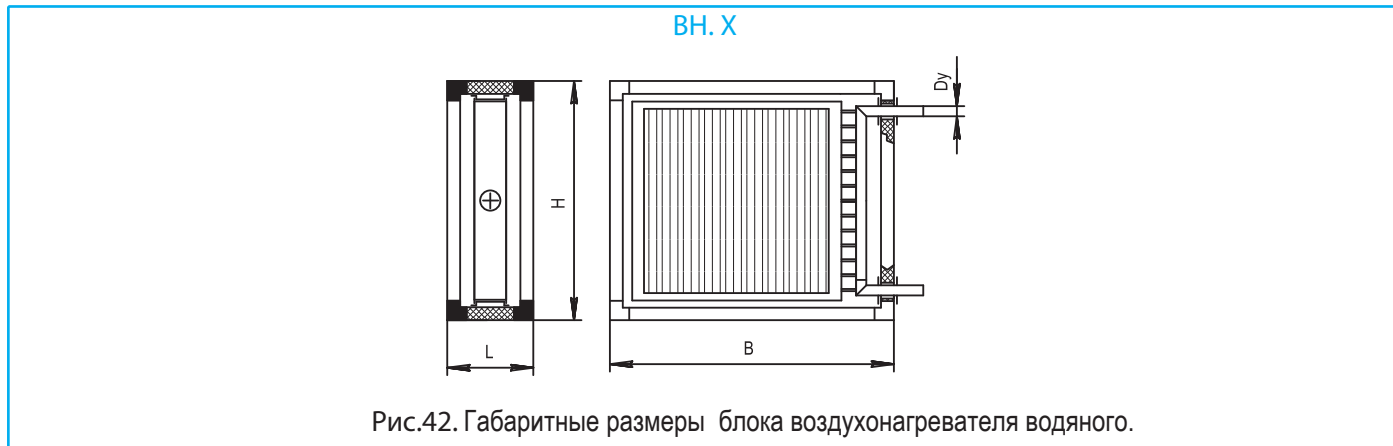

Рис.42. Габаритные размеры блока воздушонагревателя водяного.
Блок воздушонагревателя водяной состоит из корпуса и собственно воздушонагревателя. В зависимости от типоразмера может быть один, два или четыре установленных параллельно воздушонагревателя. Габаритные размеры и масса блока приведены на рис.42 и в табл.32.
* Ду (см.рис.42) определяется в зависимости от характеристик воздушонагревателя (количество рядов, ходов). Приводится в результатах подбора.